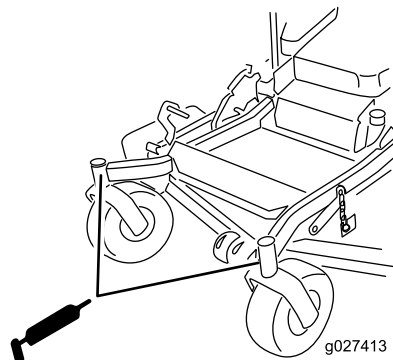

Figura 41
9. Retire el engrasador del orificio. Instale el tapón hexagonal y la tapa (Figura 41).